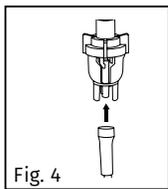

Fig. 4
6. Collegare il tubo dell'aria alla camera di nebulizzazione. (Fig. 4)